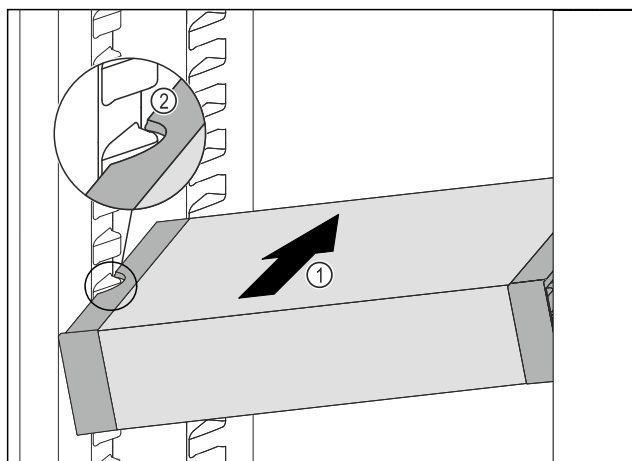

Fig. 179
- Futni pjerrtas VarioSafe në pjesën e ftohjes Fig. 179 (1), derisa foletë anësore të VarioSafe të jenë në lartësinë e brinjëve të kutisë në pjesën e ftohjes.